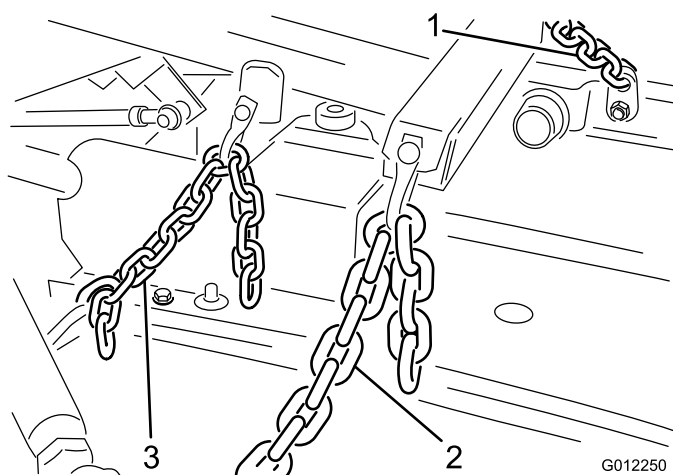

Figura 9
1. Conecte las cadenas de elevación al brazo de elevación y las pletinas de enganche de las cadenas de la unidad de corte con 6 grilletes, pasadores ($3/8 \times (1-1/2)$ pulgadas) y chavetas ($1/8 \times 3/4$ pulgada) (Figura 9). Para asegurarse de que la unidad de corte se eleva correctamente, sujete las cadenas a los eslabones siguientes: